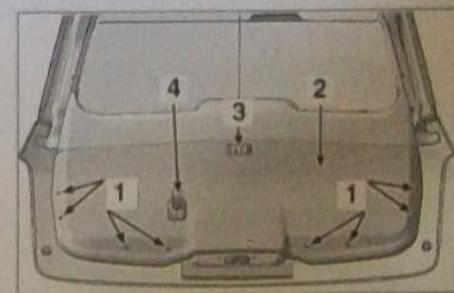

FIG. 36
- dégrafer les fixations (1) à l'aide d'une pince à dégarnir (Fig.36).